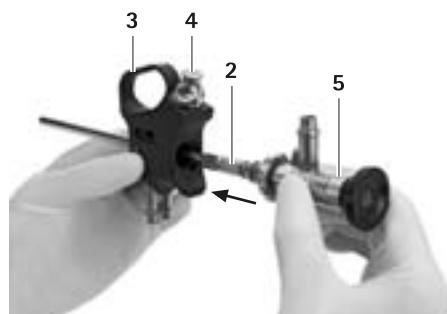

Fig. 4
- Insérer par l'arrière dans le manche la tige d'aspiration et d'irrigation MINOP TREND 2 avec endoscope MINOP TREND 5 monté, jusqu'à ce que la tige d'aspiration et d'irrigation 2 s'engage, voir Fig. 4.